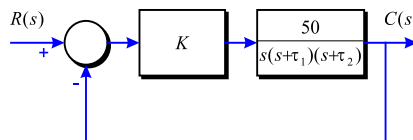

Figura 4-4
**Problema 114** Un possible sistema de control d'un làser és el que es dona a la Figura 4-4 on  $\tau_1 = 10$  i  $\tau_2 = 5$ .